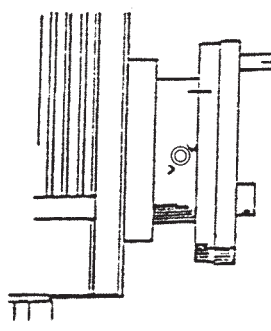
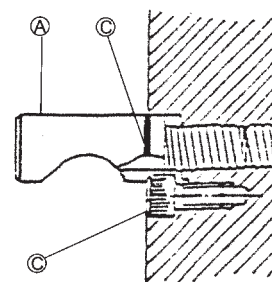

fig 2
fig 3
spændes mod dens indekslinje mellem de to "V"-mærker på næsen (fig. 2). Man må ikke udskifte patroner eller andet udstyr uden at kontrollere den enkelte kam for korrekt låsning. For at justere kamlåsenes tapskruer skal man fjerne låseskruen (B) og dreje A en hel omgang ind eller ud alt efter behov. Genisæt og stram skruen (B) og de enkelte tapskruer (fig. 3). Der er markeret en referencering (c) på hver tapskrue til angivelse af den originale eller oprindelige indstilling.